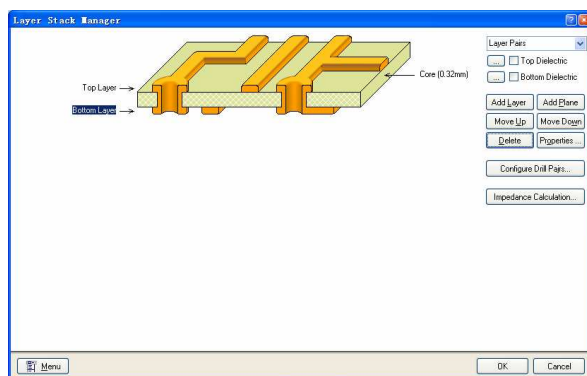

图 7.82 “Layer Stack Manager”对话框
(6) 单击工作区下部的“Keep-Out Layer”层标签，选择“Keep Out”层。
(7) 单击“Utilities”工具栏中的网格工具按钮，在弹出的菜单中选择“1.000mm”设置绘图的对齐网格 1mm。
(8) 单击“Utilities”工具栏中的绘图工具按钮，在弹出的工具栏中选择线段工具按钮，移动光标按顺序连接工作区内坐标为（102，32）、（158，32）、（158，68）和（102，68）的四个点，绘制“Keep Out”矩形区域。
(9) 在主菜单中选择“Design”->“Layer Stack Manager”命令，打开如图 7.82 所示的“Layer Stack Manager”对话框。